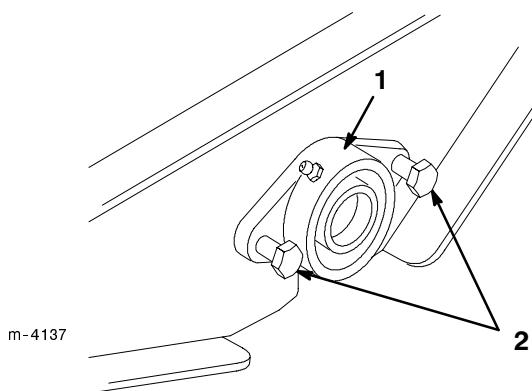

Abbildung 20
4. Die beiden Schrauben lösen, mit denen die Sicherungsmanschette der Achse befestigt ist (Abb. 20).